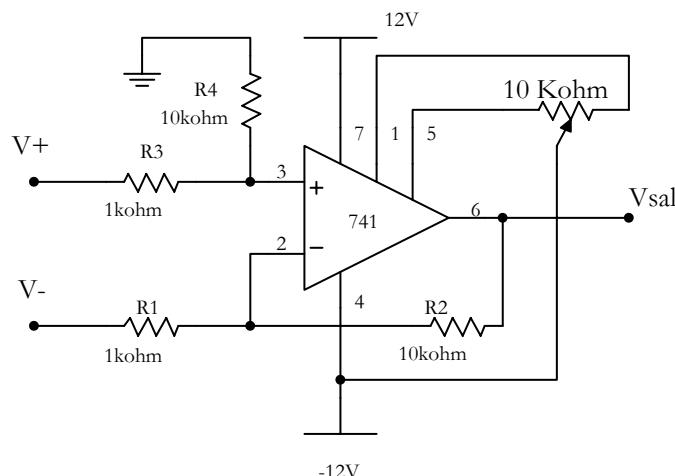
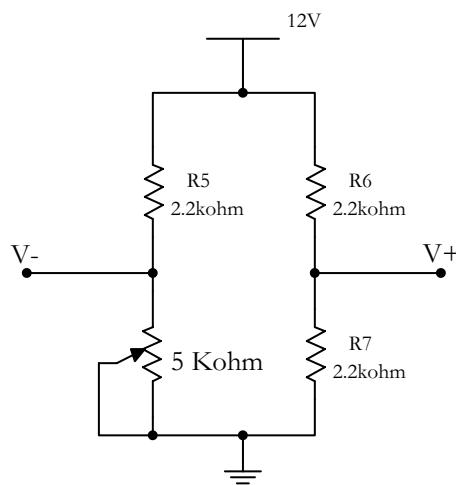

Figura 3
Figura 4
2.1. Armar el circuito de la Figura 3
- 2.7. Sin desarmar el circuito de la Figura 3, armar el de la Figura 4.
- 2.8. Usar el circuito anterior, para introducir una señal diferencial continua en la entrada del amplificador de la figura 3.